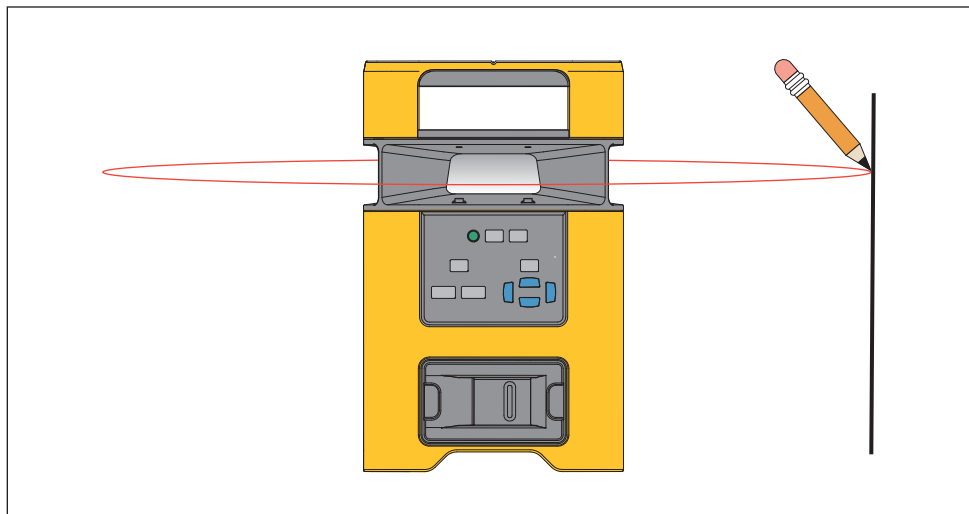

Figure 5. Nouvelle marque de niveau
1. Placez le bas du produit sur une surface stable. Voir la figure 5.